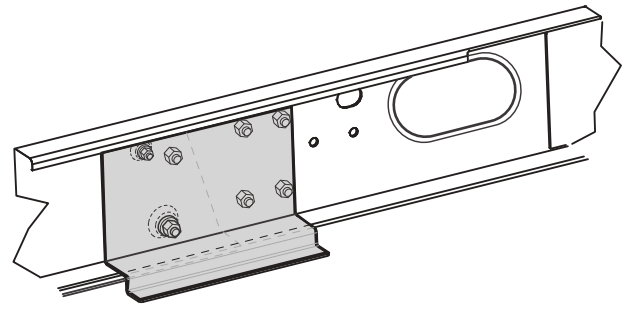

Fig. 19
- Convient aux caravanes jusqu'à 1900 kg - 2000 kg et châssis AL-KO M avec longerons mobiles (Fig. 19).